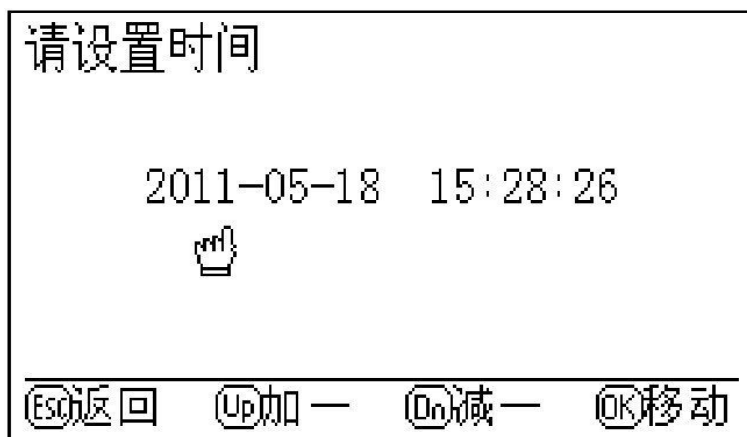

图 16
6. 在图 2 所示的界面下，若选择时间设置操作，将出现时间设置界面，如图 16，此时可对系统时间进行修正。